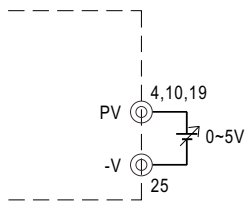

图2.1:加一个0~5V外部电压
(1)在CN500的PV(4,10,19)和-V(25)间连接一个外部直流电压源，如图 2.1所示